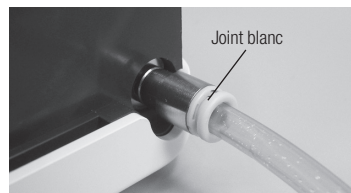

Fig.7
- En appuyant sur le joint blanc (le joint de libération rapide du connecteur) sur le connecteur d'eau du robinet, enlevez le tube (Fig. 7).